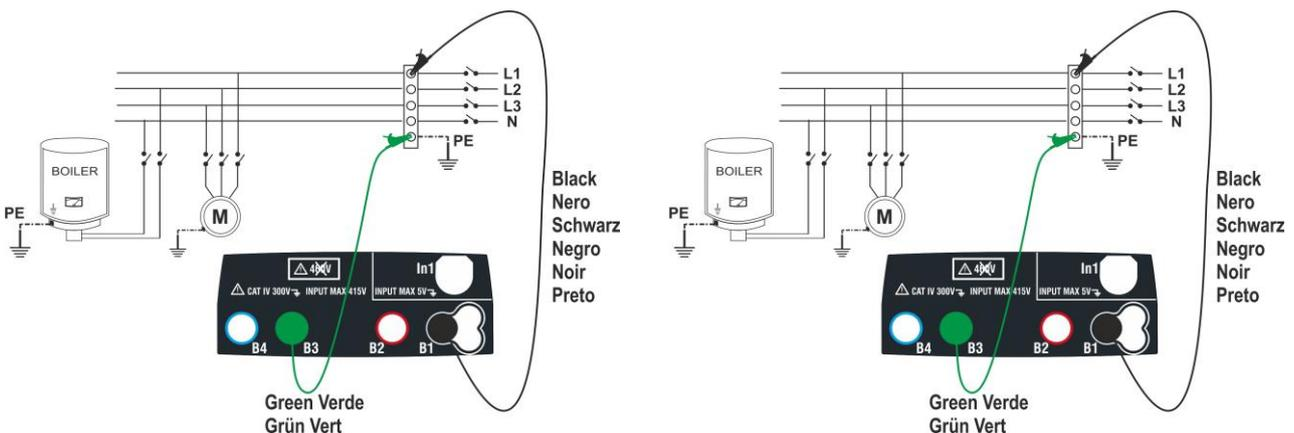
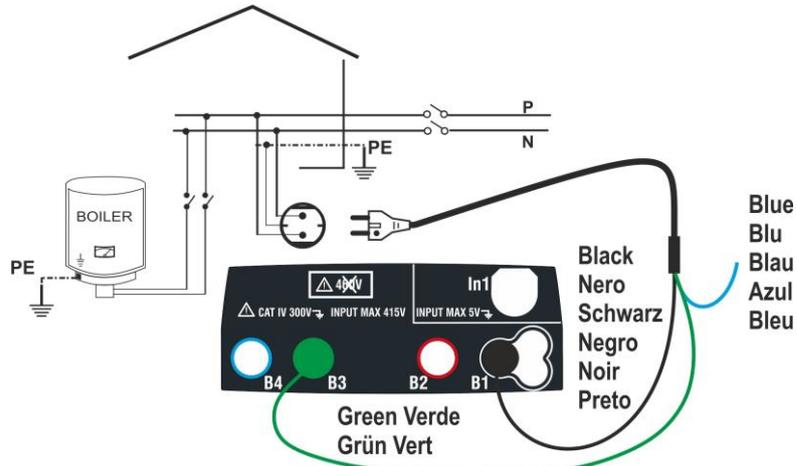

Fig. 8 : Vérification de l'isolement L-PE par câbles et embout à distance
Fig. 9 : Vérification de l'isolement L-PE par fiche shuko
6. Connecter les crocodiles et/ou les embouts et/ou l'embout à distance aux extrémités des conducteurs sous test comme d'après les Fig. 8 et Fig. 9.